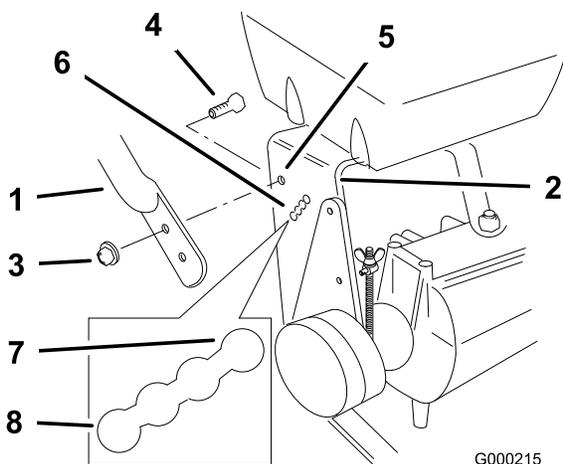

Figure 16
2. Desserrez les boulons à embase supérieurs (3/8 x 1") et l'écrou à embase de fixation du guidon au bâti arrière (Figure 16).
3. Enlevez les boulons à embase inférieurs (3/8 x 1") et les écrous à embase de fixation du guidon au bâti arrière (Figure 16).